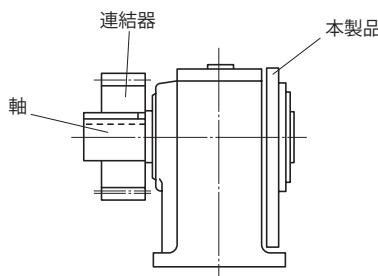
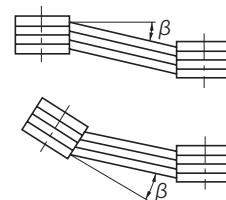

図 5-7
図 5-8
(2) チェーン・スプロケット、ギヤを使用する場合
- スプロケットやギヤの荷重作用点が、軸中央より本製品側へくるようにしてください。(図 5-7 参照)
(3) Vベルトを使用する場合
- 両プーリ間の平行度、偏心度 β は $20'$ 以内としてください。(図 5-8 参照)